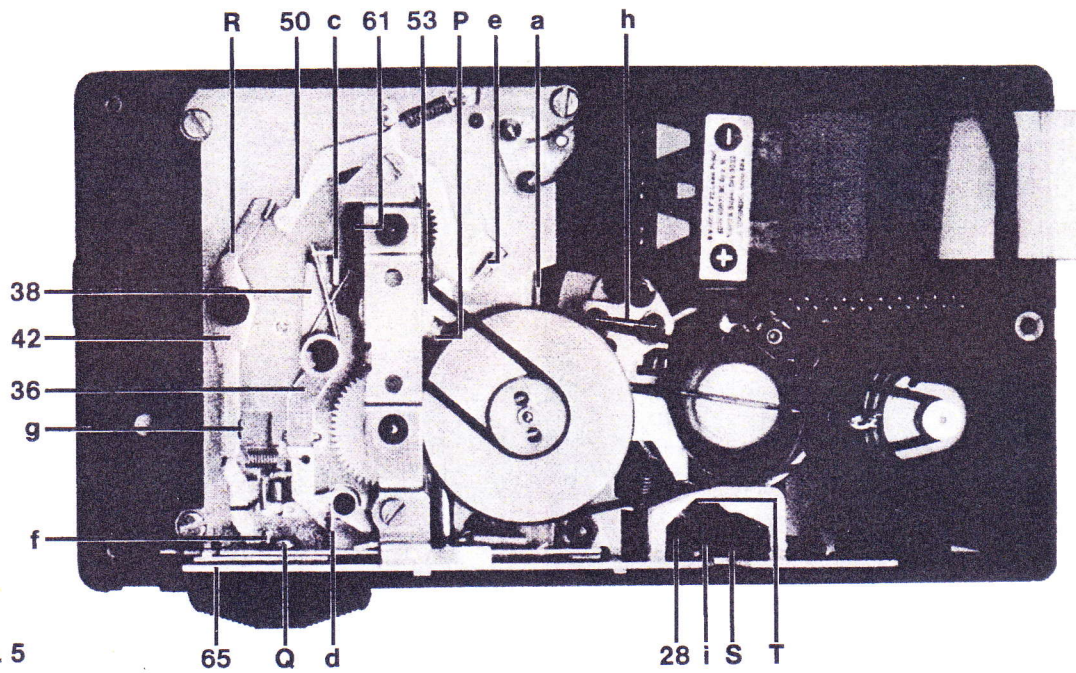

Abb. 5
- Steuerschieber **65** (Abb. 5) in Stellung „START“.
Zwischen Schaltrad **53** (Abb. 5) und Zwischenrad **P** (Abb. 5) muß eine Zahnluft von $0,1 \dots 0,15 \text{ mm}$ während eines ganzen Umlaufes vorhanden sein.
Biegen am Anschlaglappen **c** (Abb. 5) des Getriebehebels **38** (Abb. 5).
In Stellung „START“ soll der Abstand zwischen der Schaltfläche **d** (Abb. 5) des Rücklaufhebels **36** (Abb. 5) und der Abstandsrolle (Schraubenkopf) **Q** (Abb. 5) des gerasteten Steuerschiebers **65** (Abb. 5) $\leq 0,2 \text{ mm}$ betragen.
Biegen der Schaltfläche **d** (Abb. 5) des Rücklaufhebels **36** (Abb. 5).
- Steuerschieber **65** (Abb. 5) in Stellung „RÜCKLAUF“ halten.
Zwischen Schaltrad **53** (Abb. 5) und Rücklaufkupplung **61** (Abb. 5) muß eine Zahnluft von $0,1 \dots 0,15 \text{ mm}$ während eines ganzen Umlaufes vorhanden sein.
Biegen am Anschlaglappen **e** (Abb. 5) des Chassis.
- Steuerschieber **65** (Abb. 5) in Stellung „STOP“.
In Stellung „STOP“ soll der Abstand zwischen der Schaltfläche **f** (Abb. 5) des Vorlaufhebels **42** (Abb. 5) und der Abstandsrolle (Schraubenkopf) **Q** (Abb. 5) des gerasteten Steuerschiebers **65** (Abb. 5) $\leq 0,2 \text{ mm}$ betragen.
Biegen am Anschlaglappen **g** (Abb. 5) des Chassis.
In Stellung „STOP“ soll der Abstand zwischen dem Schaltarm **R** (Abb. 5) des Vorlaufhebels **42** (Abb. 5) und dem Bremshebel **50** (Abb. 5) $0,6 \dots 0,8 \text{ mm}$ betragen.
Biegen am Schaltarm **R** (Abb. 5) des Vorlaufhebels **42** (Abb. 5).
In Stellung „START“ soll der Abstand zwischen der Rolle **S** (Abb. 5) des Andruckrollenhebels **28** (Abb. 5) und der Schaltkulisse **T** (Abb. 5) des Steuerschiebers **65** (Abb. 5) $0,8 \dots 0,9 \text{ mm}$ betragen.
Biegen an der Sollbiegestelle **i** (Abb. 5) des Andruckrollenhebels **28** (Abb. 5).